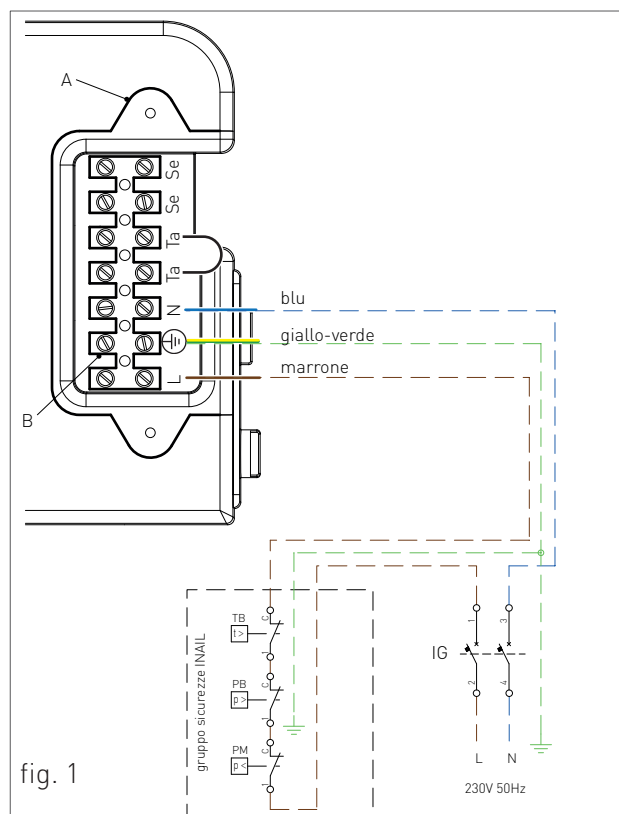

fig. 1
- > svitare le due viti e rimuovere il piastrino "A" (vedi fig. 1).